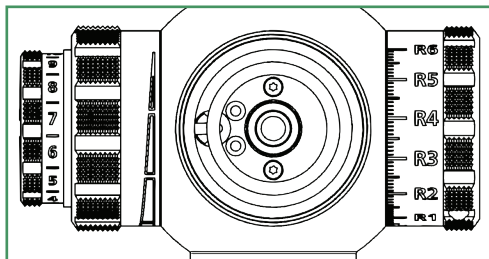
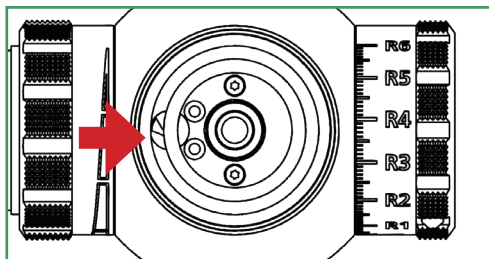

Fig. 1
Fig. 2
Attivare e disattivare l'illuminazione del reticolo con la ghiera di regolazione dell'illuminazione (Fig. 1). Se il riferimento bianco sul tubo viene posto su 0, l'illuminazione è del tutto disattivata.
**Nota bene!** Con la manopola smontata, si può portare il meccanismo a mostrare la seconda rotazione in una posizione in cui la manopola non gira più nella seconda rotazione (Fig. 1). Prima di montare la manopola, assicuratevi che il dado del cilindro di rotazione si trovi nella posizione mostrata nella Fig. 2. Il cilindro di rotazione si può portare nella posizione mostrata con l'aiuto di un piccolo cacciavite.